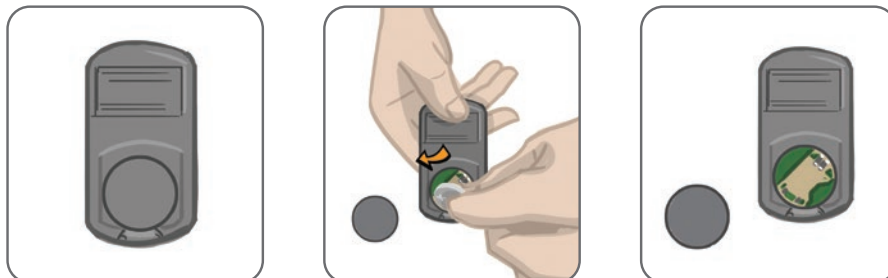

Figure 8-2 : Remplacement de la batterie de l'unité de commande
1. Aidez-vous du renfoncement à l'arrière de l'unité de commande pour dégager le couvercle de la batterie. Si vous avez des difficultés à retirer le couvercle, vous pouvez vous aider d'une pièce de monnaie. Reportez-vous à la figure 8-2.
2. Pour retirer l'ancienne batterie, poussez-la en direction des languettes métalliques (comme le montre la flèche sur la figure 8-2), puis soulevez délicatement la batterie. N'utilisez jamais d'outil en métal, comme un tournevis.